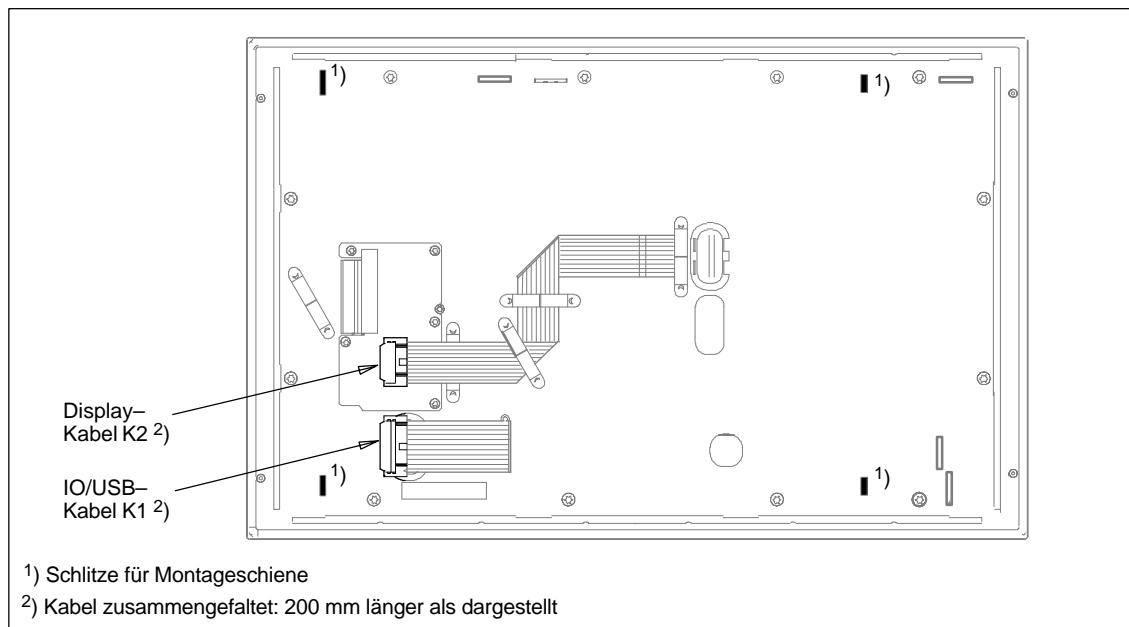

Bild 4-2 Bedientafel–Rückseite mit der Lage der Schnittstellen
3. Lösen Sie die Kabelstecker K1 und K2 der Bedieneinheit (siehe Bild 4-2) von den entsprechenden Gegenstücken der Rechnereinheit.
An die Rechnereinheit sind zwei Montageschienen angeschraubt, deren beide Enden als Laschen ausgebildet sind (im Bild 4-2).
4. Heben Sie die Rechnereinheit waagerecht aus diesen Laschen von den entsprechenden Schlitten (im Bild 4-2 unten) der Bedieneinheit.
5. Lösen Sie die Kabelstecker K1 und K2 der Bedieneinheit (siehe Bild 4-2) von den entsprechenden Gegenstücken der Rechnereinheit.